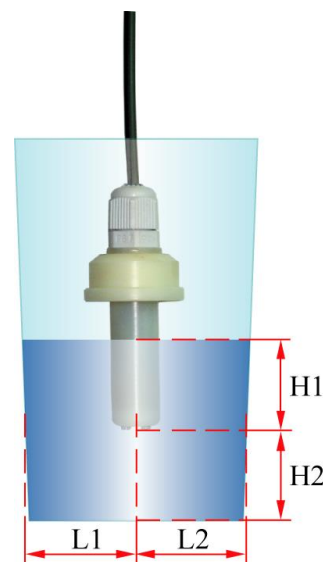

Рис. 2
3. Извлечь датчик и поместить в сосуд с калибровочным раствором со значением ЕС от 1 до 4* (Рис. 2)